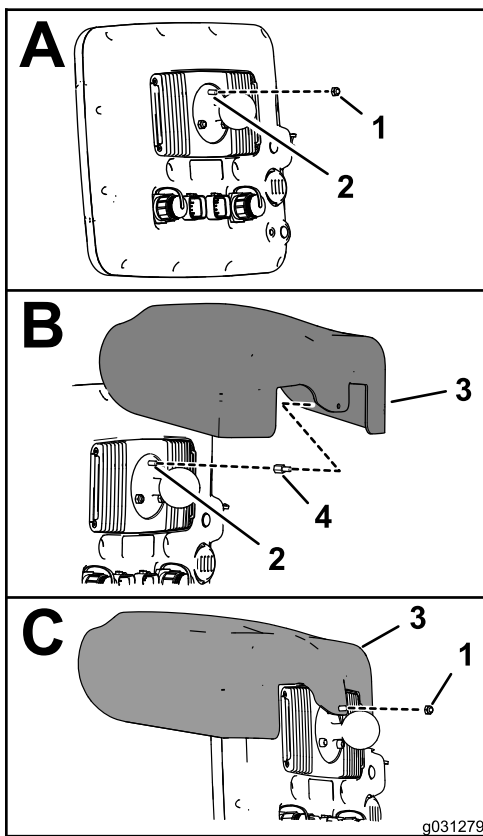

Figura 149
1. Na traseira do monitor de pulverização e com os 2 conectores (26 pinos) alinhados para baixo, retire a porca de bloqueio superior (5 mm) do pino para a união articulada esférica (Figura 149).
3. Enrosque a saliência no pino na união articulada esférica (Figura 149) e aperte a saliência com uma força de 250 N cm.
5. Alinhe o orifício na tampa do mostrador com a porção do pino da saliência roscada (Figura 149).
6. Monte a tampa no monitor (Figura 149) com a porca de bloqueio (5 mm) que retirou no passo 1.